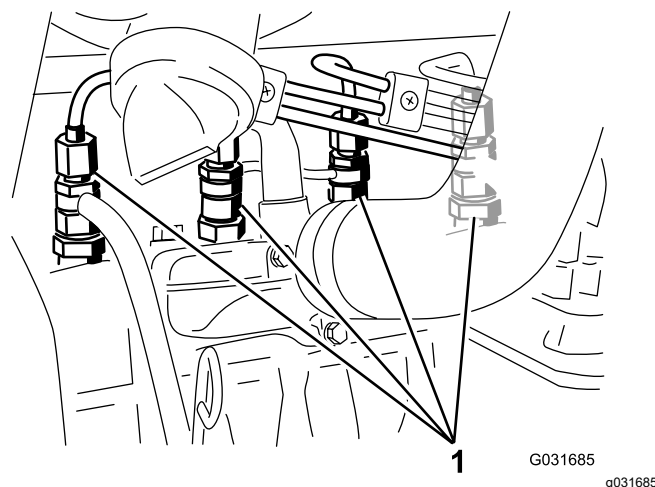

Рисунок 45
1. Ослабьте соединение трубки к соплу № 1 и держателю в сборе (Рисунок 45).